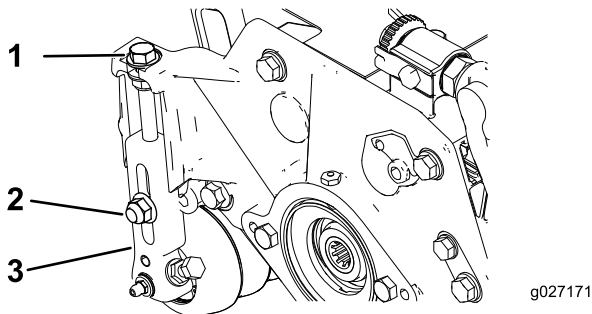

Figura 15
- Afloje las contratuercas que fijan los brazos de altura de corte a las chapas laterales de la unidad de corte (Figura 15).